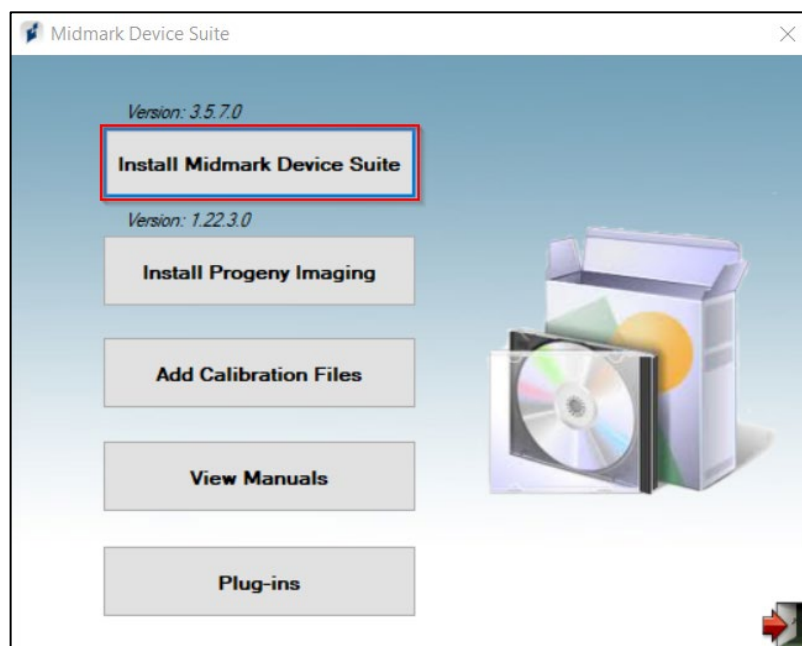

Figure 4. L'écran principal du logiciel d'installation.
- L'écran principal du logiciel d'installation s'ouvre. Cliquer sur le bouton « Installer Midmark Device Suite » (voir figure 4 ci-dessous).